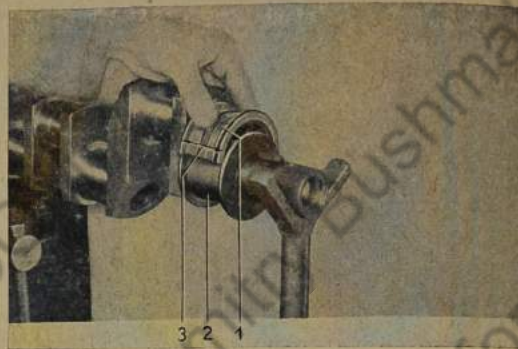

Bild 111: Lagerschale in Kurbelwelle einpassen
3. Beide Lagerschalen in Kurbelwelle einpassen (Bild 111).